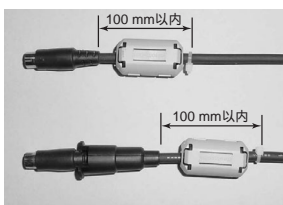

図 2-3 コアの取り付け位置
3. 図 2-3 のように、コアがプラグの端から 100 mm 以内になるように付属のストッパーバンドをケーブルに縛り付けます。